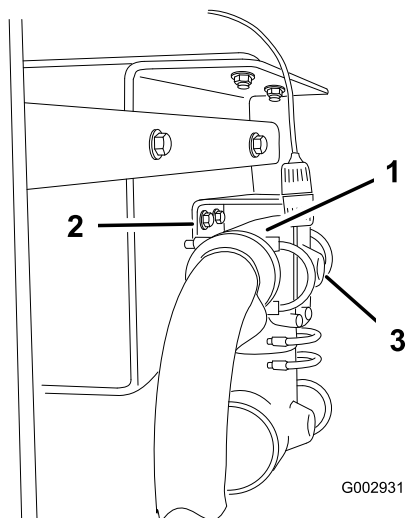

Figure 12
6. Retirez les fixations du raccord en T derrière la soupape d'alimentation de la rampe, de sorte que le raccord pende au bout des flexibles (Figure 12).
7. Percez un trou (1/4 pouce de diamètre), avec précaution, dans l'orifice au dos du raccord en T (Figure 12).